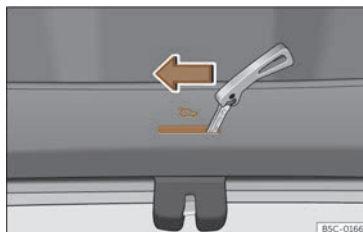

Fig. 90 Detalle do maleteiro: desbloqueo de emerxencia.
- Introduza o espadín da chave na ranura e desprace a chave no sentido da frecha ata que a pechadura se desbloquee >>> **fig. 90.**